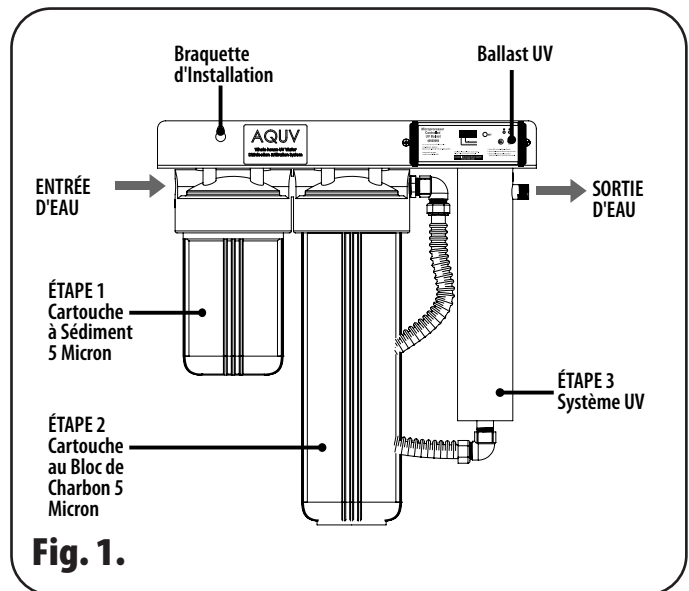

Fig. 1.
Votre AQUV-8R12 ou 8R22 est doté d'une conception en trois (3) étapes. La première étape (1) est un filtre à sédiments de 5 microns qui réduit la saleté, la rouille, le sable et autres particules fines. La deuxième étape (2) est une cartouche à bloc de charbon de 5 microns qui élimine les composés organiques et les produits chimiques qui peuvent causer un mauvais goût et des odeurs. Le charbon actif est le traitement principal et, dans de nombreux cas, le seul traitement recommandé pour le chlore, les matières organiques, les pesticides et les herbicides dans l'eau potable. La troisième étape (3) est un système UV qui détruit instantanément les bactéries pathogènes (telles que les coliformes, E. coli, les virus, etc.) dans l'eau à l'aide d'une lumière ultraviolette germicide émise par une lampe UV spécialement conçue à une longueur d'onde de 254 nm. L'eau traitée s'écoule hors de la chambre et est prête à l'emploi ((voir la Fig 1).